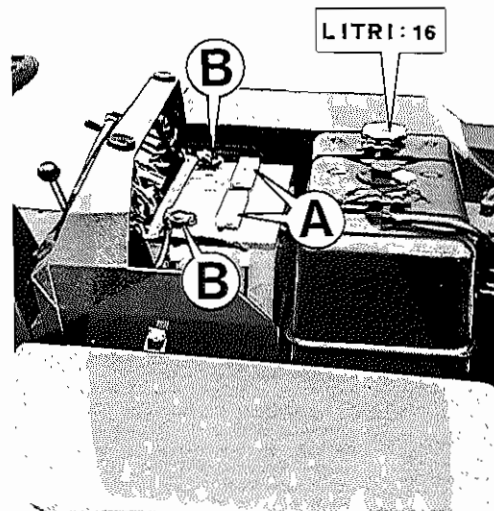

FIG. 30
a) Battery Fig. 30
a) Batterie Fig. 30.
a) Batería fig. 30.